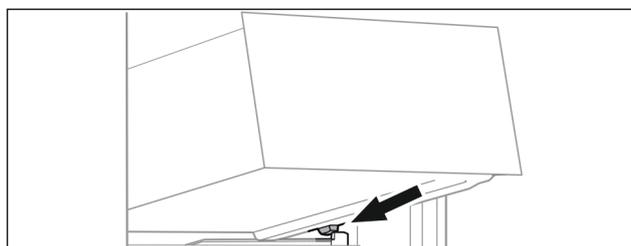

Fig. 69
- ▶ 将抽屉斜放在容器肋梁上的止动器后面。(参见 Fig. 69)